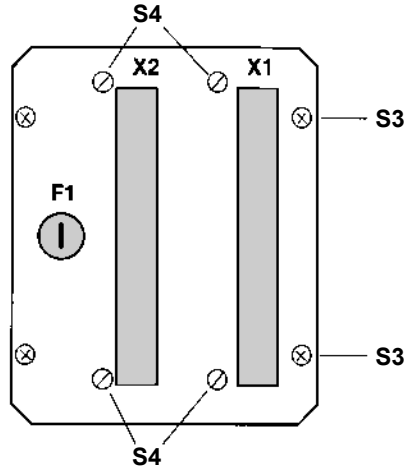

Fig. 2
- 3) Remplacer le fusible d'alimentation F1, côté arrière de la cassette (**Fig. 2**). Se référer au tableau ci-dessous pour les valeurs et les références des fusibles.
- 5) Dévisser les 4 vis sur le côté arrière (**Fig. 2**), puis retirer avec prudence l'unité électronique de la cassette, ensemble avec la paroi arrière.